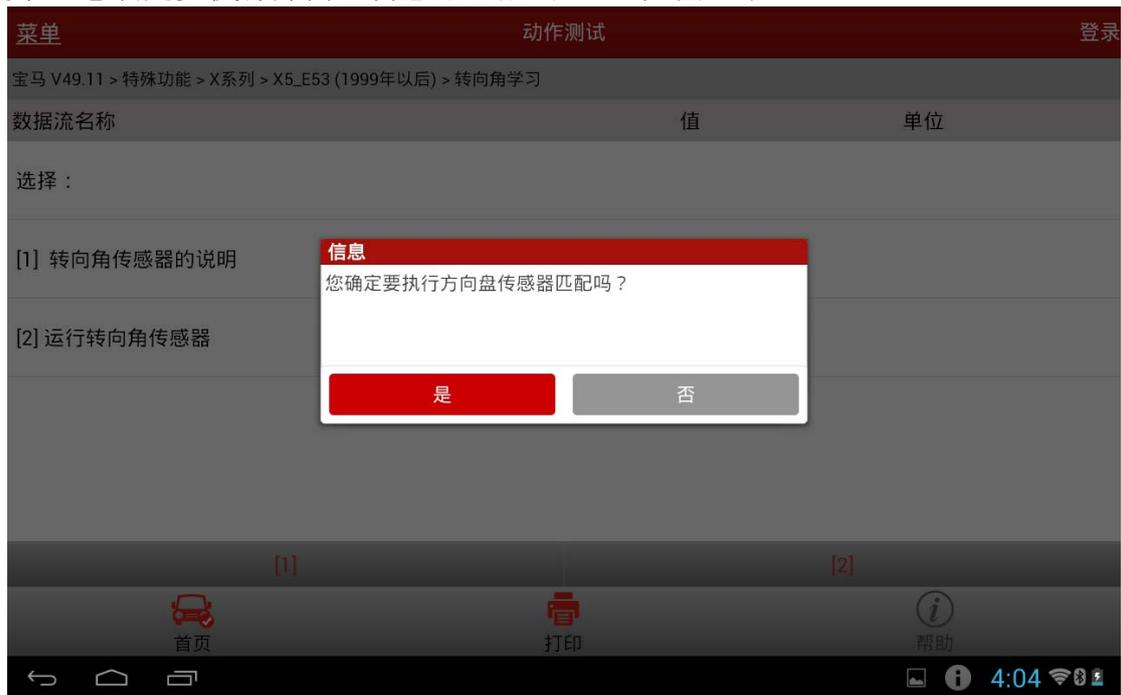

图 16
20). 提示“您确定要执行方向盘传感器匹配吗？”，如图 16；